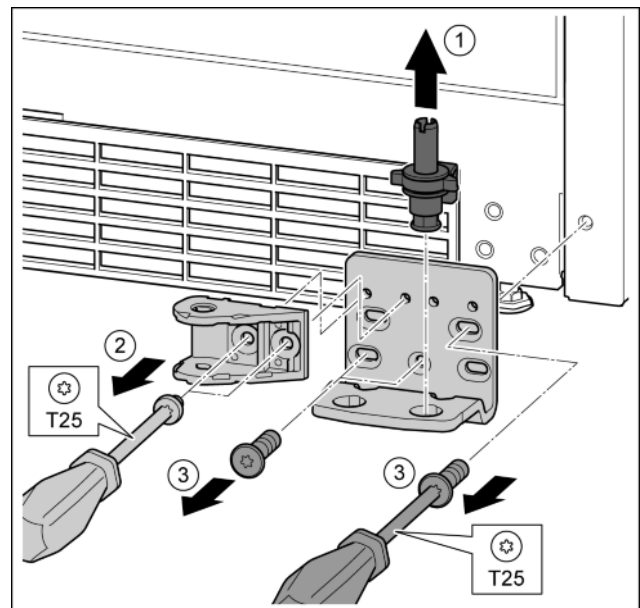

Fig. 33
- ▶ Lagerbolzen komplett nach oben herausziehen. Fig. 33 (1)
- ▶ Schrauben mit Schraubendreher T25 herausdrehen und Schließdämpferverbindung abnehmen. Fig. 33 (2)
- ▶ Schrauben mit Schraubendreher T25 herausdrehen und Lagerbock abnehmen Fig. 33 (3)